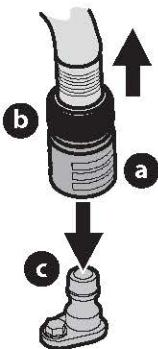

Figura 29
3. Tire del collarín de ajuste (a) del adaptador del pico (b) hacia atrás y empuje el adaptador del pico sobre el pico de lavado de la plataforma (c). Suelte el collarín de ajuste para tratar el adaptador del pico en el pico de lavado de la plataforma (Figura 29).